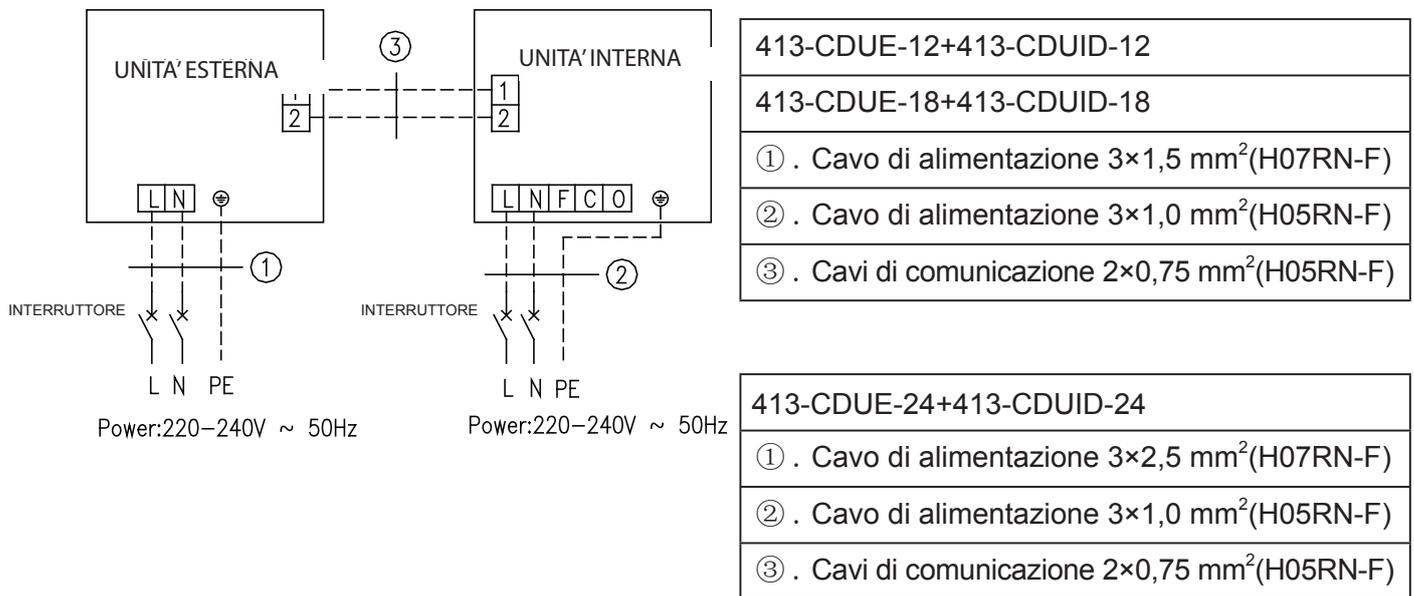

Fig. 42
① . Il cavo di alimentazione e il cavo della valvola dell'aria fresca sono linee di alta tensione, mentre il cavo di comunicazione e il cavo di collegamento del telecomando a filo sono linee di bassa tensione. Vanno quindi mantenuti separati per evitare interferenze elettromagnetiche.
② . Le linee di alta tensione e quelle di bassa tensione devono passare attraverso gli anelli di gomma dei rispettivi coperchi della scatola elettrica.
③ . Per garantire un corretto funzionamento, il cavo di collegamento del telecomando a filo e il cavo di comunicazione non devono essere uniti, né disposti in parallelo.
④ . Le linee di alta tensione e quelle di bassa tensione devono essere mantenute separate e messe in sicurezza con serracavi interni grandi per le prime e piccoli per le seconde.
⑤ . Il cavo di collegamento tra unità interna e unità esterna e il cavo di alimentazione devono essere avvitati al rispettivo terminale della morsettiere. Un collegamento non corretto può causare incendi.
⑥ . Se il cavo di collegamento dell'unità interna (all'unità esterna) e il cavo di alimentazione non vengono cablati correttamente, il condizionatore potrebbe riportare danni.
⑦ . Collegare il cavo di collegamento dell'unità interna in modo corretto sui contrassegni corrispondenti come illustrato in Fig. 42.
⑧ . Collegare a terra entrambe le unità mediante l'apposito cavo di terra.
⑨ . La messa a terra dell'unità deve essere eseguita in conformità alle leggi e ai codici nazionali in materia.